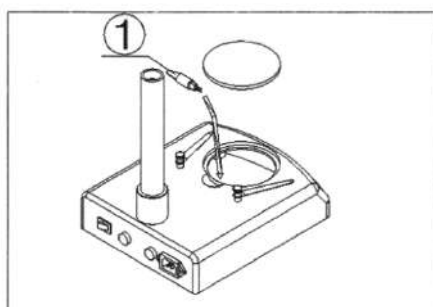

Рисунок 14
4. Верните обратно рабочую панель (см. рисунок 14).